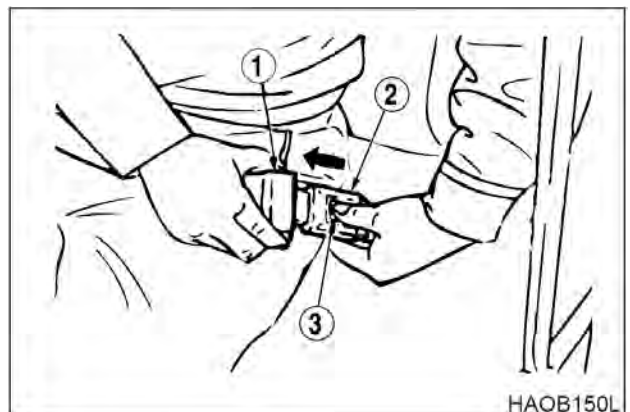

Рис. 87
Чтобы отстегнуть ремень, нажать кнопку (3, рис. 87), расположенную в центре пряжки (2) и извлечь ремень (1).